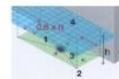

Abb. 1
- Der Güterumschlagplatz muss über ein Rücklaufsystem verfügen, in welchem die ausströmende Flüssigkeit aufgefangen wird. Die Größe richtet sich nach der Tabelle auf Seite 8. Als Rücklaufsysteme können ein abfälliges System, eine beheizte/abgeflachte Platte oder andere Rücklaufvorrichtungen verwendet werden (Abb. 1, Punkt 2).